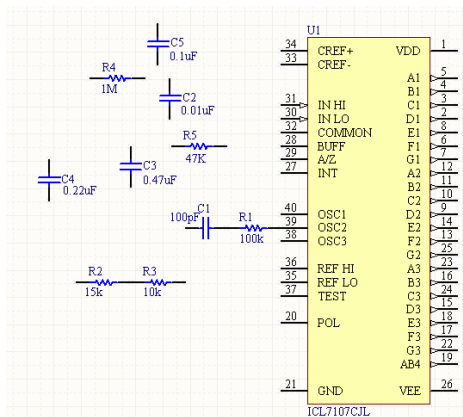

图 2.148 添加完元件后的电路图
(14)按照上述步骤中介绍的方法,在电路图中添加5个封装型号为“C1206”的Cap Semi电容元件,其编号和电容值分别为“C1”为100pF,“C2”为0.01uF,“C3”为0.47uF,“C4”为0.22uF,“C5”为0.1uF。添加完这些元件后的电路图如图2.148所示。